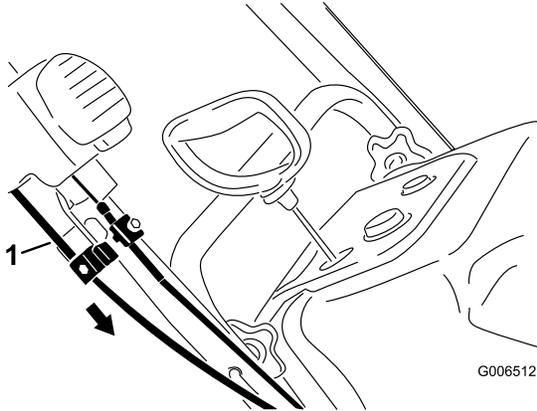

Bild 34
- Halten Sie den Auswurfkanal in der nach vorne zeigenden Position, ziehen Sie den Mantel des unteren Bowdenzugs nach unten, bis der Bowdenzug kein Spiel mehr hat. Ziehen Sie dann die Schraube an der unteren Kabelklemme fest (Bild 34).